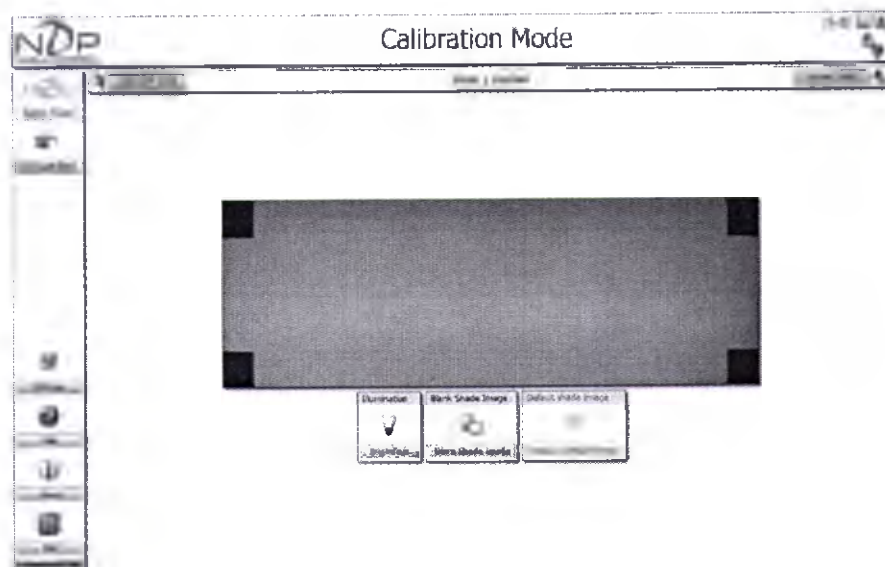

Рисунок 83
- (3) Щелкнуть по кнопке «Load Next Slide» (Загрузка следующего предметного стекла).
- (4) После загрузки предметного стекла отобразится обзорное изображение данного стекла (Рисунок 83).